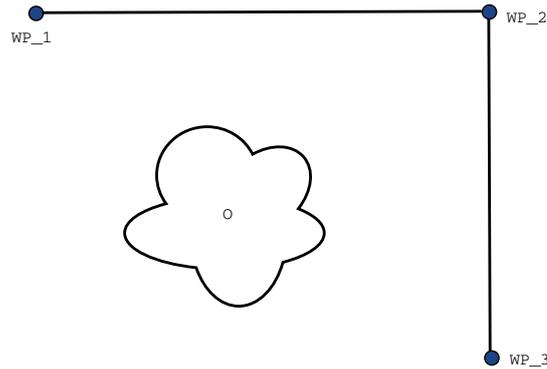

Abbildung 15.2: WP\_1: Ausgangsstellung, WP\_2: Zwischenziel, WP\_3: Aufnahmeposition, O: Hindernis.
**Beispiel** Betrachten wir beispielsweise eine Pick-and-Place-Anwendung (siehe Abbildung 15.2), bei der sich der Roboter aktuell am Wegpunkt 1 (WP\_1) befindet und ein Objekt am Wegpunkt 3 greifen (WP\_3) soll. Um Kollisionen mit dem Objekt und anderen Hindernissen (0) zu vermeiden, muss sich der Roboter WP\_3 aus der Richtung von Wegpunkt 2 kommend (WP\_2) nähern. Es werden also drei Wegpunkte für die Bahn einbezogen, um die Anforderungen zu erfüllen.